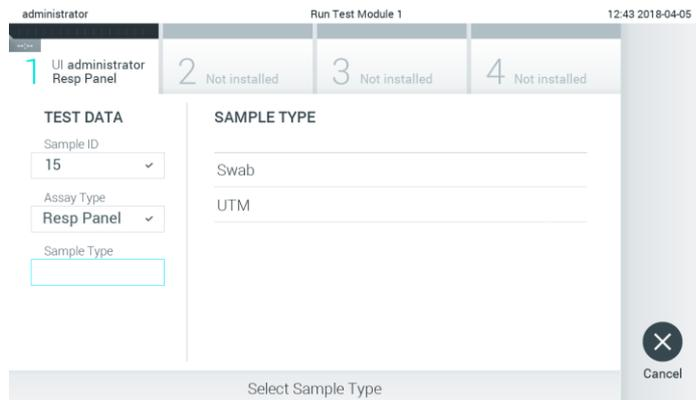

Figure 72. Sélection du type d'échantillon.
5. Le champ Assay Type (Type de dosage) est automatiquement renseigné et, si nécessaire, un Sample Type (Type d'échantillon) doit être sélectionné manuellement dans la liste (figure 72).